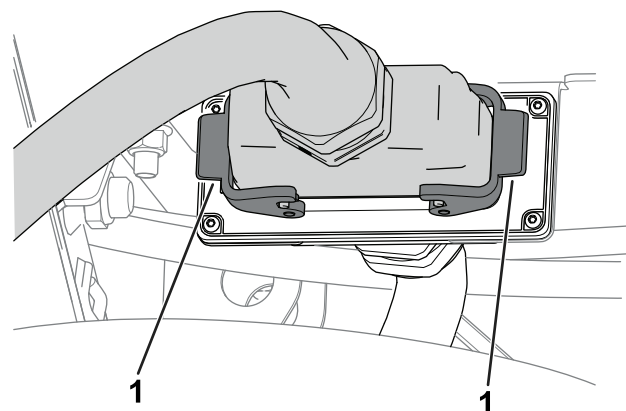

Figure 5
7. Sécurisez la connexion avec les verrous du connecteur de la machine (Figure 5).